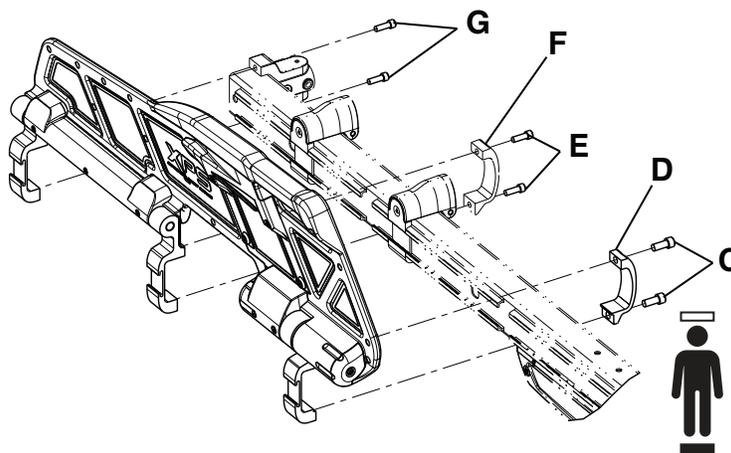

Figure 22 – Retrait de l'ensemble de la barrière
- À l'aide d'une clé à 6 pans de 1/4 po, retirer les vis d'assemblage à six pans creux (C) qui fixent la pince de barrière (D) à l'ensemble clé à cliquet du côté pieds de l'ensemble principal (Figure 22). Conserver les vis.
- À l'aide d'une clé à 6 pans de 3/16 po, retirer les deux vis d'assemblage à six pans creux (E) qui fixent la pince de la barrière du milieu (F) à l'ensemble du rail externe (Figure 22). Conserver les vis.
- À l'aide d'une clé à 6 pans de 3/16 po, retirer les deux vis d'assemblage à six pans creux (G) qui fixent le haut et le bas du support d'interface châssis/plan de couchage à l'ensemble du rail externe (Figure 22). Conserver les vis.